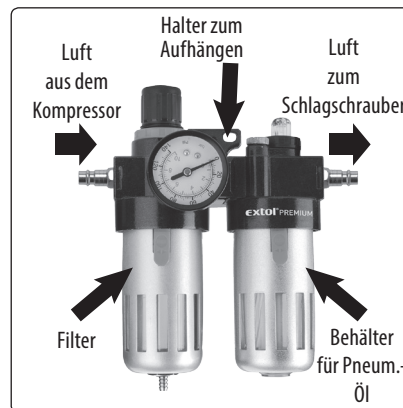

Abb. 8, Beschreibung der Aufbereitungsanlage Extol® 8865105
2. Schließen Sie an den Eingang der Aufbereitungsanlage über einen Schlauch die Luft aus dem Kompressor an. Schließen Sie an den Ausgang der Aufbereitungsanlage einen Luftschlauch an und diesen an den Lufteingang des Schlagschraubers, siehe Abb. 8.